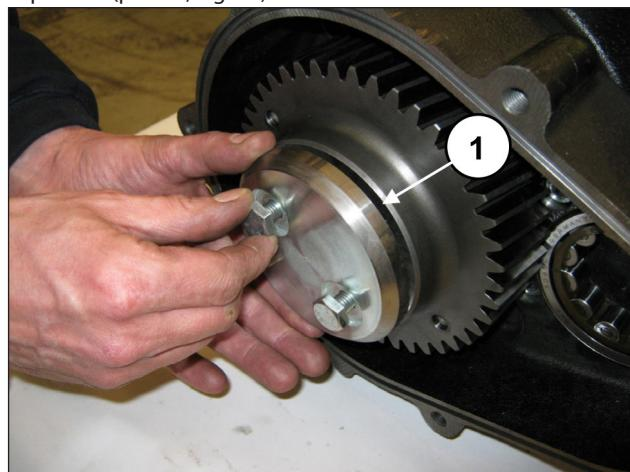

Fig. 78
Fissare il fermo corona (pos. ①, Fig. 78) utilizzando le 2 viti M10x25.